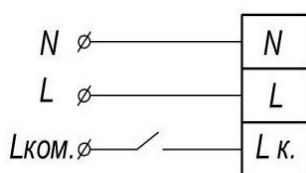

Рисунок 4
5.6 Стандартный режим работы: присоединить провода питания к соответствующим зажимам клеммной колодки согласно схеме подключения (рис.4). Светильник работает как в стандартном, так и в аварийном режиме.